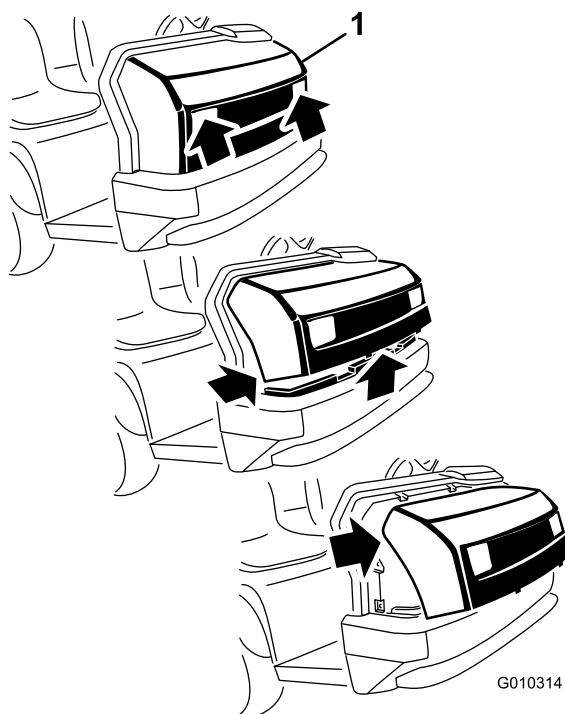

**Рисунок 36**
- Точка подъема на домкрате передней стороны автомобиля находится под передней средней рамной опорой (Рисунок 35), а сзади - под осью (Рисунок 36).